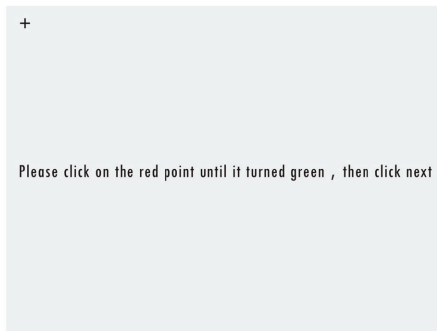

Fig 5-8 Calibrazione dello schermo
- **Calibrazione dello schermo:** Calibrare lo schermo in base al display, accedere alla schermata di calibrazione, fare clic sulla piccola croce nera procedendo in modo graduale. (**Fig 5-8**).